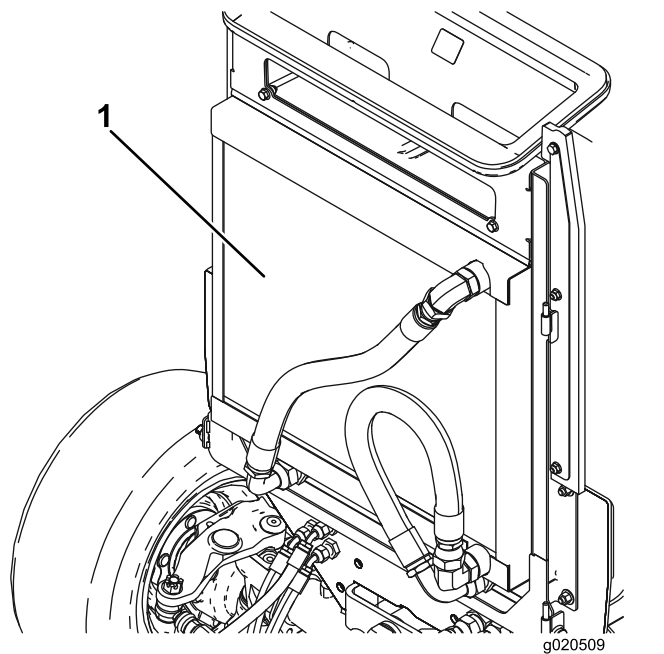

Рисунок 146
6. Тщательно очистите сжатым воздухом область с обеих сторон радиатора/маслоохладителя (Рисунок 146). Начните спереди и сдувайте мусор назад. Затем очистите заднюю сторону, сдувая мусор в направлении передней стороны. Повторите эту процедуру несколько раз до полного удаления сухой травы и мусора.